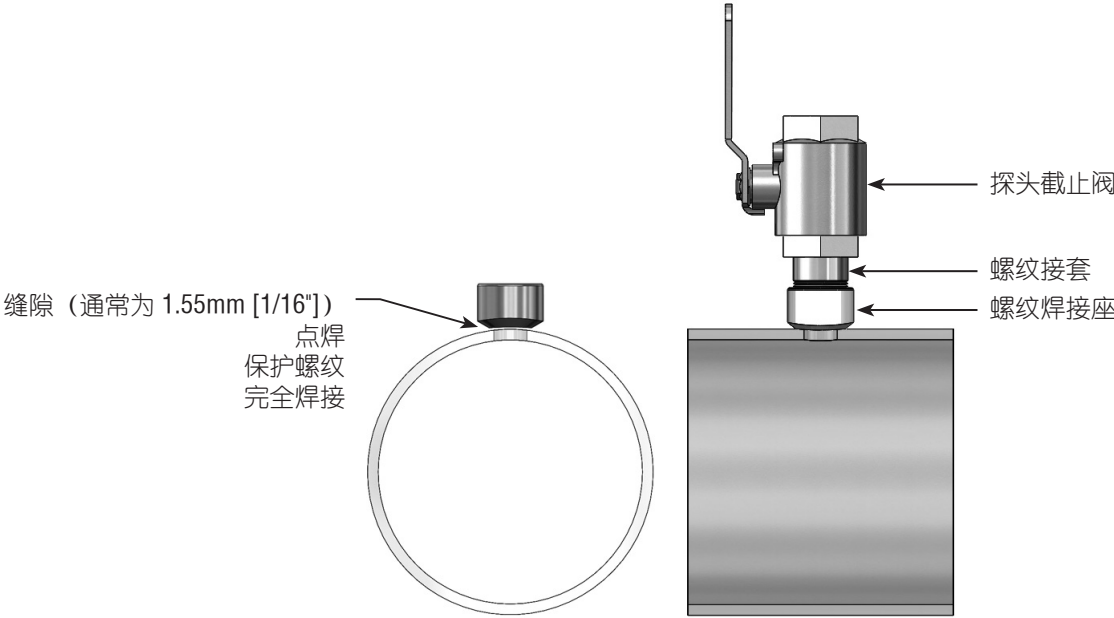

图 4.焊接缝隙
- 使用适当的管道螺纹密封材料来安装螺纹接套和探头截止阀。调整阀门方向（参见图 4），如果是水平管道，阀柄应与管道中心线方向一致；如果是垂直管道，则应与管道中心线方向垂直。确保在打开或关闭阀门时，阀柄不会碰撞到管道。确保螺纹接套和探头截止阀已紧固，因为在此之后，在管线没有泄压的情况下将不可对其进行检修。